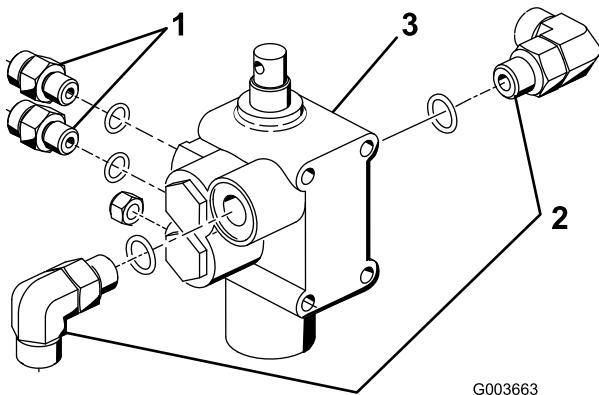

Рисунок 4
- Завинтите 2 прямых гидравлических фитинга и 2 угловых фитинга в новый клапан подъема. Расположите фитинги, как показано на Рисунок 4. Не затягивайте угловые фитинги на данном этапе.